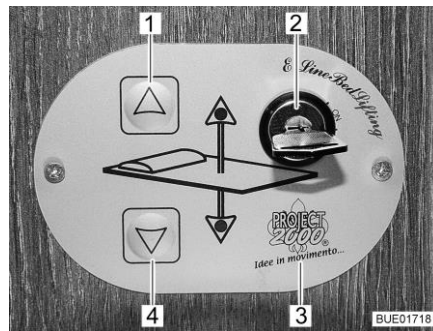
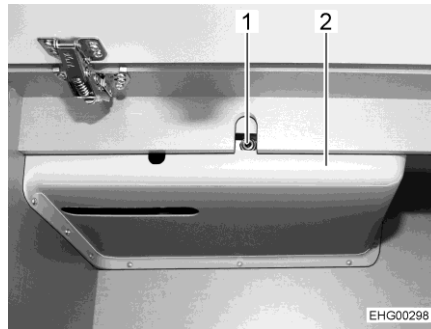

Fig. 100 Commande
Fig. 101 Accès à l'entraînement
Commande Les touches (Fig. 100,1 et 4) sur l'unité de commande (Fig. 100,3) permettent d'abaisser ou de relever le lit escamotable. L'interrupteur à clé (Fig. 100,2) permet de protéger l'unité de commande contre toute utilisation non autorisée.
- Tourner la clé de 90° dans le sens des aiguilles d'une montre dans l'interrupteur à clé (Fig. 100,2). L'unité de commande (Fig. 100,3) est activée.
- Appuyer sur la touche fléchée (Fig. 100,4) et la maintenir pressée jusqu'à ce que le lit escamotable ait atteint la position désirée vers le bas.
- Appuyer sur la touche fléchée (Fig. 100,1) et la maintenir pressée jusqu'à ce que le lit escamotable ait atteint sa position finale supérieure.
S'il n'est plus possible de déplacer le lit escamotable avec les touches fléchées (Fig. 100,1 et 4), contrôler d'abord le fusible derrière l'habillage (Fig. 101,2) (voir paragraphe 9.10). Si le fusible n'est pas défectueux mais qu'il n'est toujours pas possible de déplacer le lit escamotable, y procéder manuellement.
- Insérer la manivelle ou la clé mâle coudée pour vis à six pans creux dans la réception sur le moteur (Fig. 101,1).